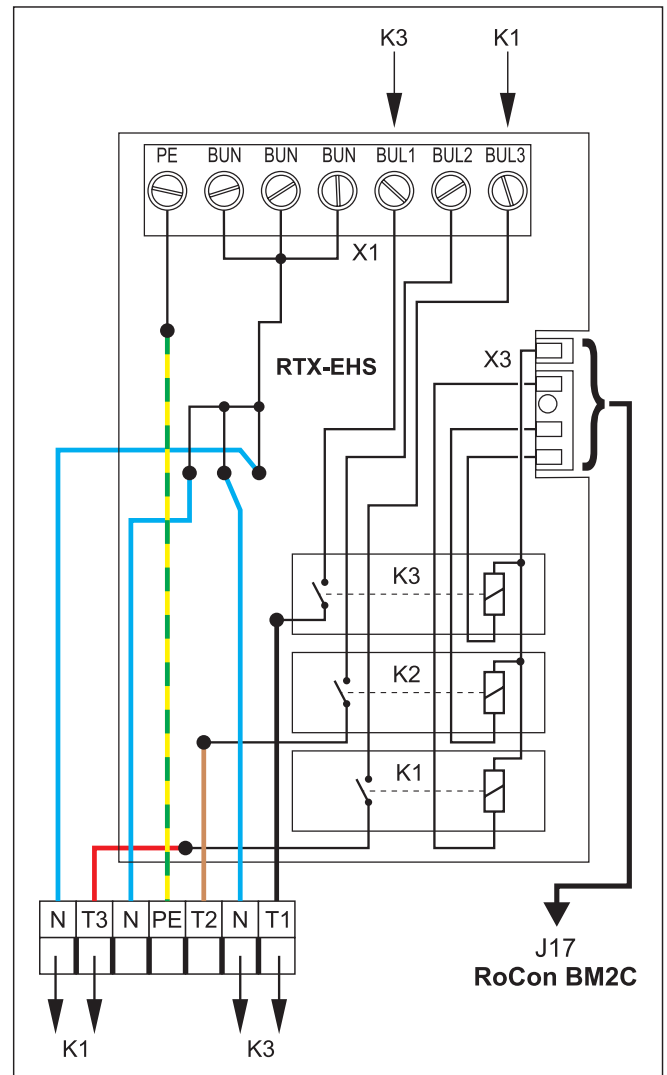

Bild 3-41 Anschluss auf Schaltplatine RTX-EHS
Die Anforderung des externen Wärmeerzeugers wird über ein Relais auf der Schaltplatine RTX-EHS geschaltet (siehe Bild 3-41). Der elektrische Anschluss an das Innengerät ist wie folgt möglich:
- 3 Geeignete Anschlüsse auf der Schaltplatine RTX-EHS des Anschlusssets herstellen (siehe Bild 3-41).